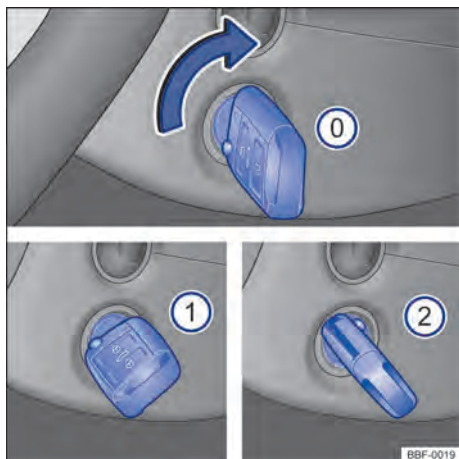

Fig. 87 Ao lado do volante, à direita: posições da chave do veículo no cilindro da ignição.
Posições da chave do veículo → **Fig. 87**
- ① Ignição desligada. A chave do veículo pode ser retirada.
- ② Ignição ligada.
- ③ Pisar no pedal do freio e ligar o motor. Quando o motor pegar, soltar a chave da ignição. Ao soltar, a chave do veículo retorna à posição → **Fig. 87** ①.
- *Veículos com cilindro da ignição:* girar a chave do veículo na posição → Fig. 87 ①. A ignição está ligada.
- *Veículos com cilindro da ignição:* girar a chave do veículo no cilindro da ignição para a posição → Fig. 87 ② – não acelerar. Quando o motor começar a funcionar, soltar a chave do veículo no cilindro da ignição.
- *Veículos com cilindro da ignição*: girar a chave do veículo no cilindro da ignição na posição → Fig. 87 .